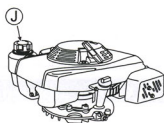

Рис. 3.
1 Снимите крышку топливного бака (J) и залейте бензин. Немедленно вытрите бензин тряпкой, если Вы пролили его. (См. рис. 3.)